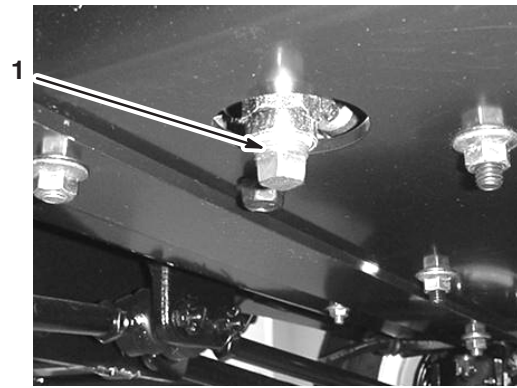

Figure 34
5. Enlevez le bouchon de vidange (Fig. 34).